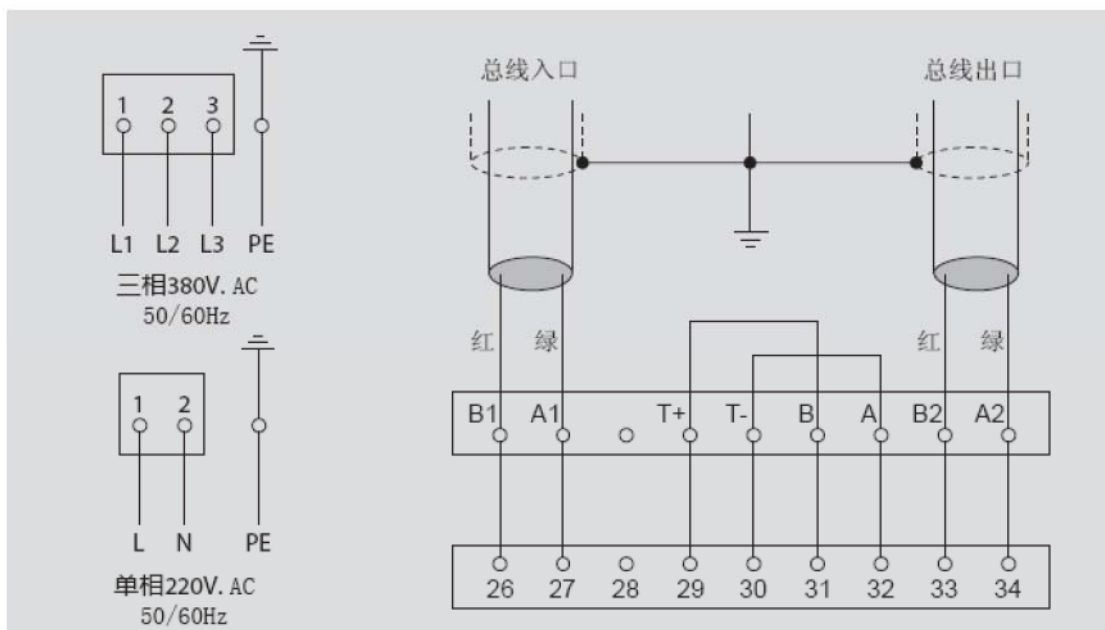

图 4：总线连线示意图
要进行 Profibus 通讯，必须使用符合 RS485 标准的 A 类电缆。Profibus 总线电缆的接线方法参考图 4。
如图 4 所示，(T+) → (B) 和 (T-) → (A) 的两根短路线为给需要加载终端电阻的设备准备的；若设备作为总线网络中最后一台设备使用时，需保留短路线；若设备在网络中为中间设备，需要去除短接线。